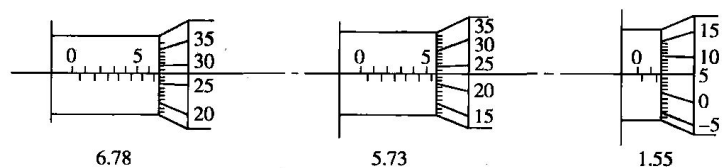

图1-6 外径千分尺的读数
活动套筒(副尺)每转一周它所移动的距离正好等于固定套筒(主尺)上的一格。顺时针转一周,就使测距缩短 0.5mm ;逆时针转一周,就使测距延长 0.5mm 。如果转半周,就移动 0.25mm 。将活动套筒(副尺)沿圆周等分成 50 个小格,转动 $1/50$ 周(一小格),则移动距离为 $0.5\text{mm} \times 1/50 = 0.01\text{mm}$ 。活动套筒(副尺)转动 10 小格时,就移动 0.1mm 。因此从固定套筒(主尺)上能读出 1mm 整数和 0.5mm ,从活动套筒(副尺)能读出精确到 0.01mm 的小数。读数实例如图1-6所示。
(3) 读数方法:
①先从固定套筒(主尺)上露出的刻线读出工件的毫米整数和 0.5mm 整数。
②再从活动套筒(副尺)上由固定套筒(主尺)主刻度线所对准的刻线读出工件的小数部分(百分之几毫米)。
③将两次读数相加就是工件的测量尺寸,如图1-6所示。